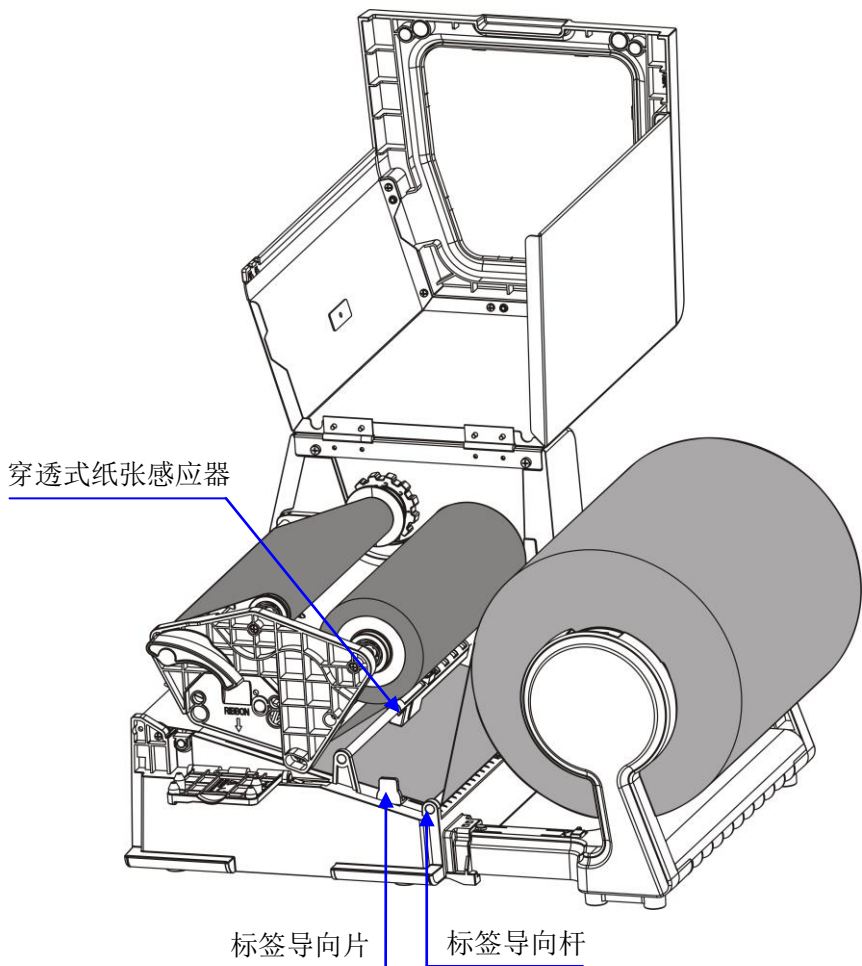

图 9-4
8. 将标签从标签导杆和穿透式纸张感应器下方穿过并拉出标签，将两个标签导向片靠紧标签，但不能挤压标签使其变形。（图 9-4）